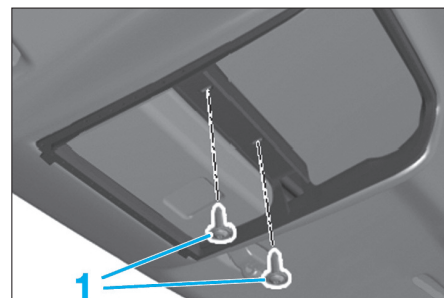

FIG. 67
- si le véhicule est équipé d'une protection volumétrique, les vis (1) (Fig.67),